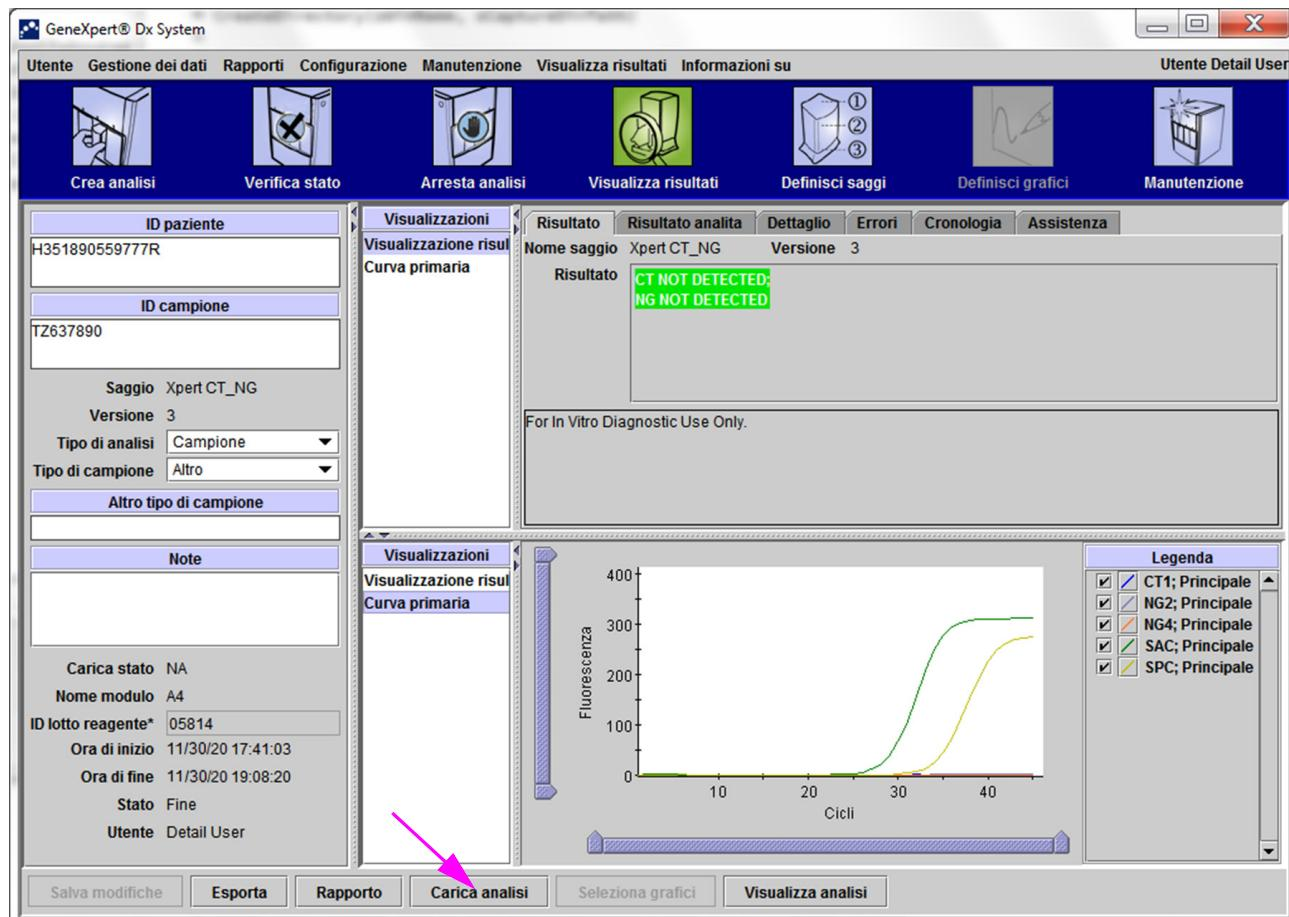

Figura 5-69. Caricamento dei risultati dei test sull'host
1. Nella finestra GeneXpert Dx System, fare clic su **Archivia analisi** nel menu **Gestione dei dati**. Verrà visualizzata la finestra di dialogo Selezione le analisi da archiviare. Vedere la Figura 5-69.
2. Selezionare i test che si desidera archiviare. Selezionare la casella di controllo adiacente a ciascuno dei test da archiviare. Vedere la Figura 5-69. È possibile selezionare singoli test, uno ad uno, oppure selezionare più test facendo clic su uno dei seguenti pulsanti situati nella parte inferiore della schermata Selezione le analisi da archiviare:
Selezionando la casella di controllo **ID mascherati (Cloak IDs)** in alto a sinistra nella finestra di dialogo Seleziona le analisi da archiviare (Select Test(s) To Be Archived) (vedere la Figura 5-69), , vengono mascherate tutte le informazioni relative agli ID dei campioni e dei pazienti.